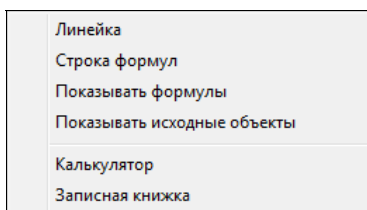

Рис. 4.60. Меню Вид
- ◆ **Вид** — управление линейкой, формулами, калькулятором (рис. 4.60);